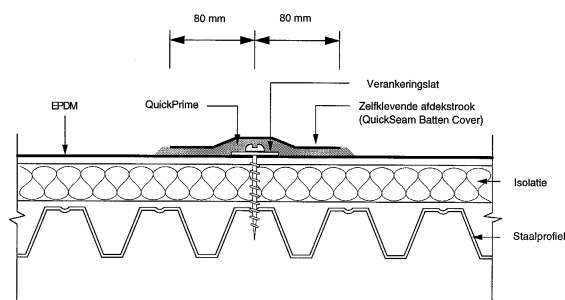

Fig. 5
4.3.3.1 Bevestigingssysteem "MAS" (fig. 5)